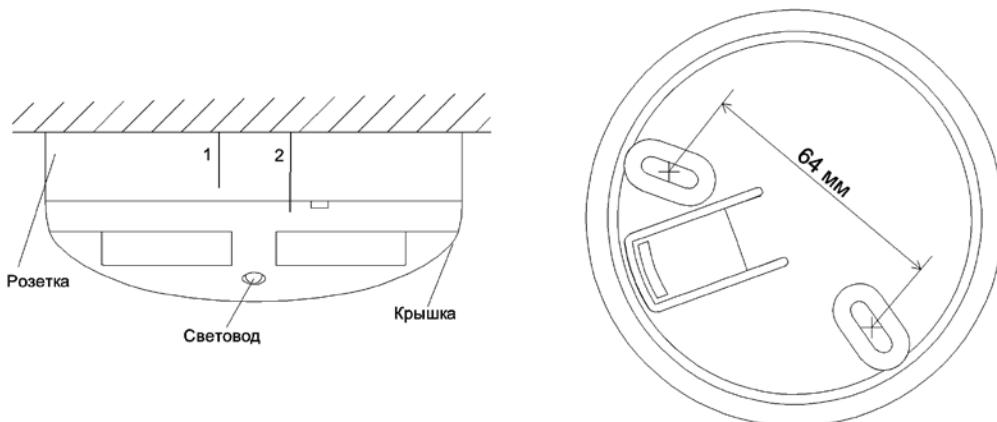

Рисунок 11-6
- При установке извещателя в розетку необходимо совместить рискну на корпусе извещателя с «короткой риской 1» на розетке и повернуть его по часовой стрелке до совмещения с «длинной риской 2» (см. Рисунок 11.6).